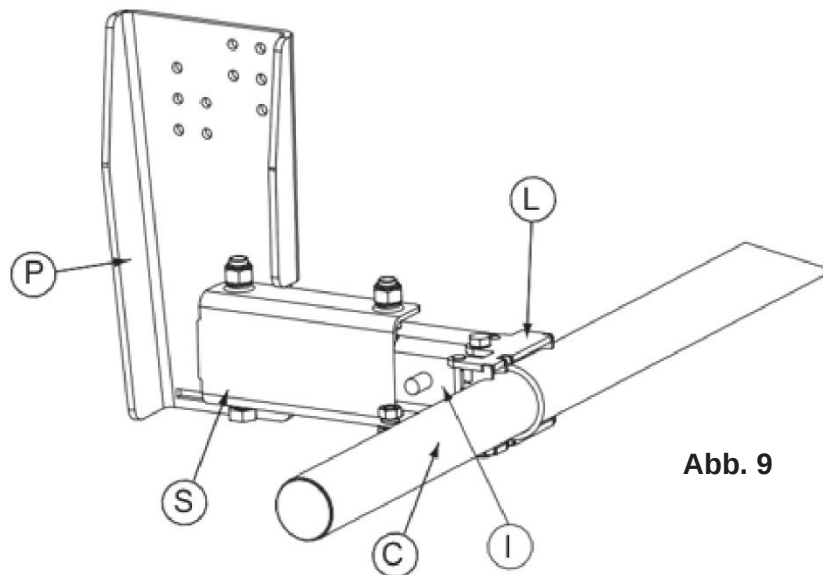

Abb. 9
- Die Rohrhalter (**l**) an den unteren Armen (**i**) positionieren und mit den dafür vorgesehenen M20-Schrauben (**2**) befestigen (siehe Abb. 9).
- Die Endpositionen der oberen Arme (**s**) in Bezug auf die Halteplatten kontrollieren (senkrecht und parallel) und die Kontaktstellen bei Bedarf abschleifen (siehe Abb. 9).
- Die Rohrhalter (**L**) an den unteren Armen (**l**) positionieren und mit den dafür vorgesehenen M20-Schrauben (**2**) befestigen (siehe Abb. 9).
- Die Endpositionen der oberen Arme (**S**) in Bezug auf die Halteplatte kontrollieren (senkrecht und parallel) und die Kontaktstellen bei Bedarf abschleifen (siehe Abb. 9).
- Nach Positionierung der beiden Griffe (M) den Unterfahrschutz (T) in den per Befestigungselement zu sichernden Rohrhaltern (I) positionieren (siehe Abb. 10). Dabei immer die in Abb. 9 dargestellten Kontaktstellen kontrollieren.
- Die untere Position (für Straßenbetrieb) sowie das Greifen der Sicherheitsbolzen (**Abb. 8**) kontrollieren, die obere Position (für den Fahrbetrieb auf Baustellen) sowie die Kontaktstellen kontrollieren (**Abb. 9**).
- Den Kopf des Hydraulikzylinders durch den oberen Arm (S) stecken und zwischen den beiden Enden der Führungshülse (B) mit den Schrauben (3), Unterlegscheiben und Muttern an der Halteplatte (p) befestigen. Diese festdrehen, bis ein Kontakt besteht.